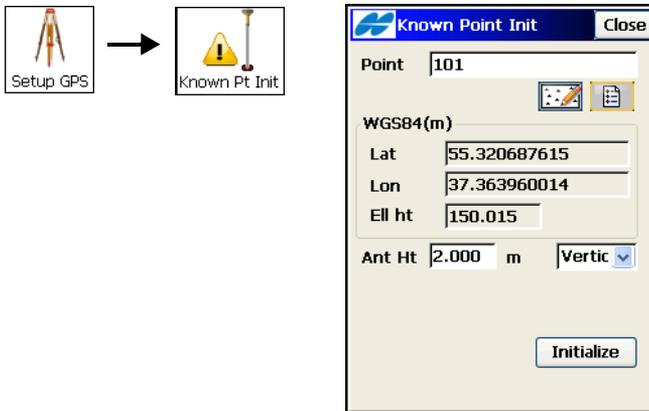

Abbildung 8-26. Initialisierung auf einem bekannten Punkt
1. Legen Sie im Fenster **Init. a. bek. Punkt** (Abbildung 8-26) den Punkt sowie die Antennenparameter fest.
2. Um die Initialisierung durchzuführen, tippen Sie auf **Initialis.** (Abbildung 8-26). Das Fenster **KPI-Position** zeigt den Status der Roverinitialisierung an (Abbildung 8-27).